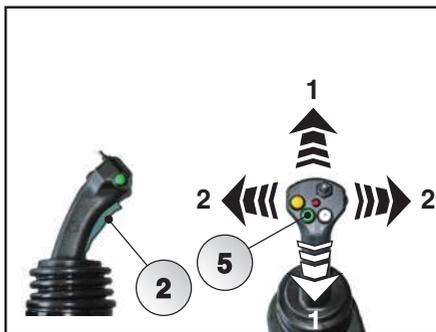

Fig. 5.78
Tenendo premuto il pulsante di sicurezza color verde (2) (uomo presente) e tenendo premuto il tasto verde (5) è possibile muovere la leva del Joystick nella direzioni indicate (Fig. 5.78) ed alimentare i giunti rapidi come evidenziato in figura 5.79.